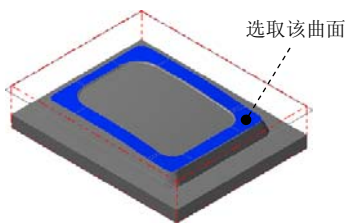

图 5.13 定义附着曲面
(1) 选择命令。选择下拉菜单 **C 绘图** → **V 曲面曲线** → **A 所有曲线边界** 命令。
(2) 定义附着曲面。在图形区中选取图 5.13 所示的面为附着曲面，然后在“标准选择”工具栏中单击  按钮完成附着曲面的定义，同时系统弹出“创建所有边界线”工具栏。
(3) 单击  按钮完成所有边界的创建。